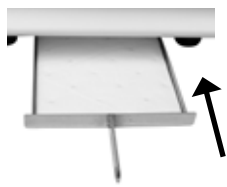

FIG. 2
5. Coloque 1 revestimiento del cárter de aceite en el cárter de aceite e insértelo completamente en la parte delantera inferior del cárter de aceite unidad (Fig. 2).